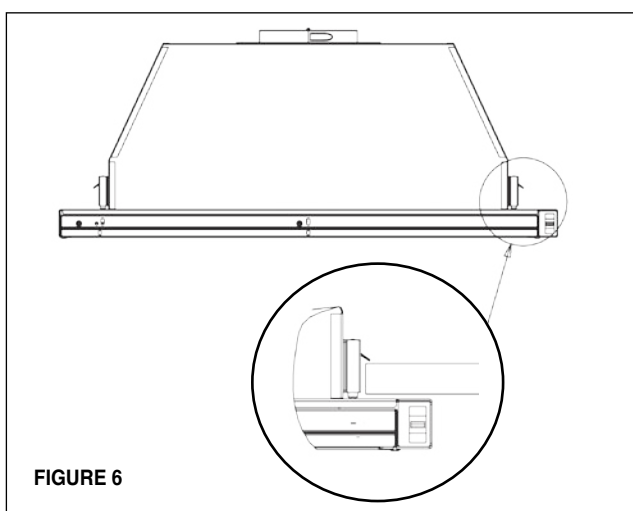

FIGURE 6
3. Installer la hotte sur l'armoire à l'aide de deux fixations à ressort, une de chaque côté de la hotte (**FIGURE 6**). Placer la hotte dans l'ouverture pratiquée dans l'armoire. Attention de ne pas endommager l'armoire, la hotte ou d'autres appareils.